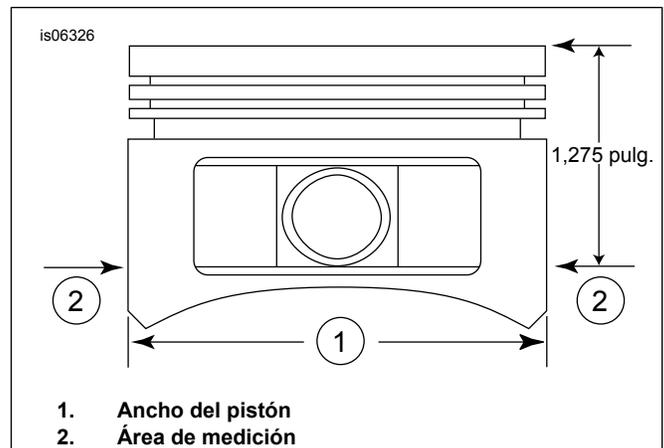

Figura 2. Medidas del pistón
5. Figura 2 Mida el ancho del pistón (1), a 90 grados en sentido horizontal desde ambos lados del agujero del pasador del pistón y a 32 mm (1.275 in) hacia abajo desde la superficie superior del pistón (2). Vea la Tabla 11 para saber cuál es el ajuste del pistón al cilindro en esta ubicación.